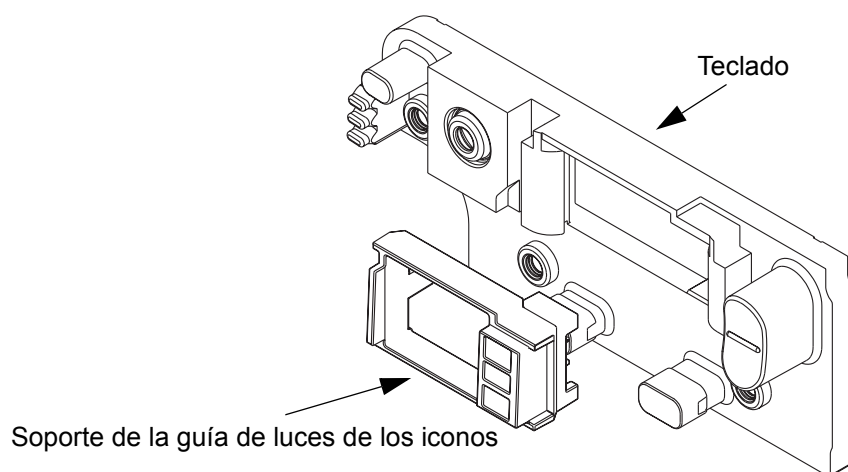

Figura 5-30 Montaje del soporte de la guía de luces de los iconos
- Coloque el soporte de la guía de luces de los iconos en el teclado. Consulte la Figura 5-30.